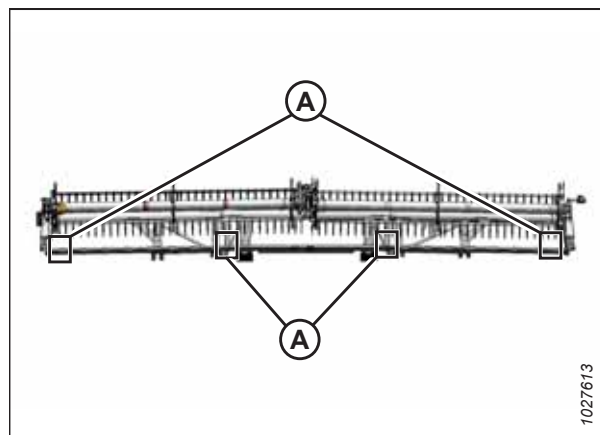

Figura 4.280: Locațiile de măsurare în cazul FlexDraper® – Rabator dublu
- Hedere cu rabator dublu: Figura 4.280, pagina 649